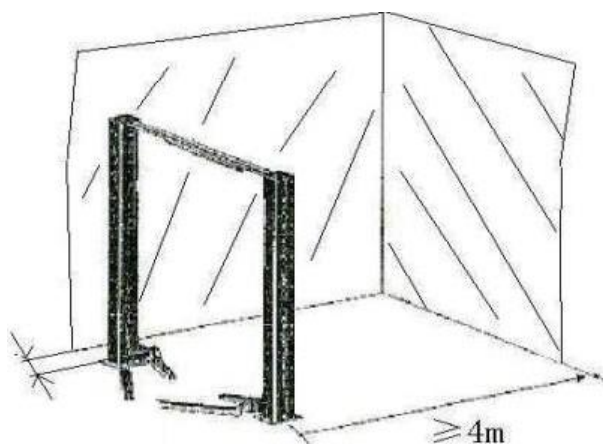

図 8
- ・リフトの前後には、車両を収容するのに十分なスペースを確保する必要があります(図 8)。(中心線から各エッジまで **4 m** 必要です。)